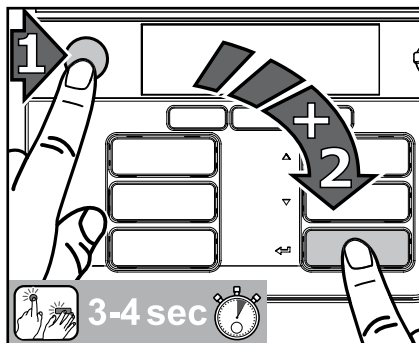

Fig. 34
1. Premere innanzitutto il tasto STOP, dopodiché il tasto INVIO  e mantenere premuti contemporaneamente ambedue i tasti per 3-4 secondi, per accedere al modo di pulizia (fig. 34).